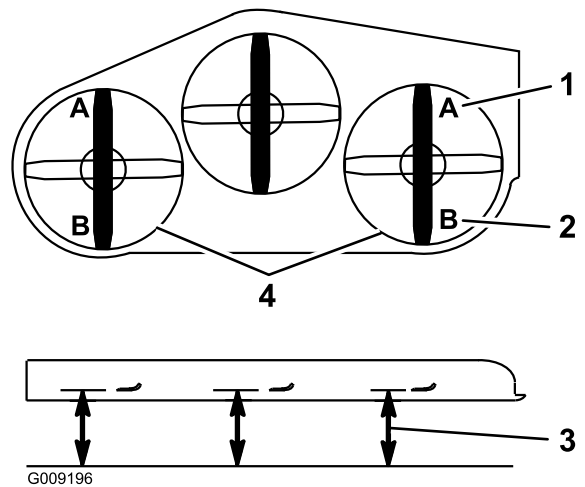

**Figura 89**
5. Empuje el pedal de elevación de la carcasa hacia delante del todo; la carcasa se enganchará en la posición de TRANSPORTE de 14 cm (5½") (Figura 89).